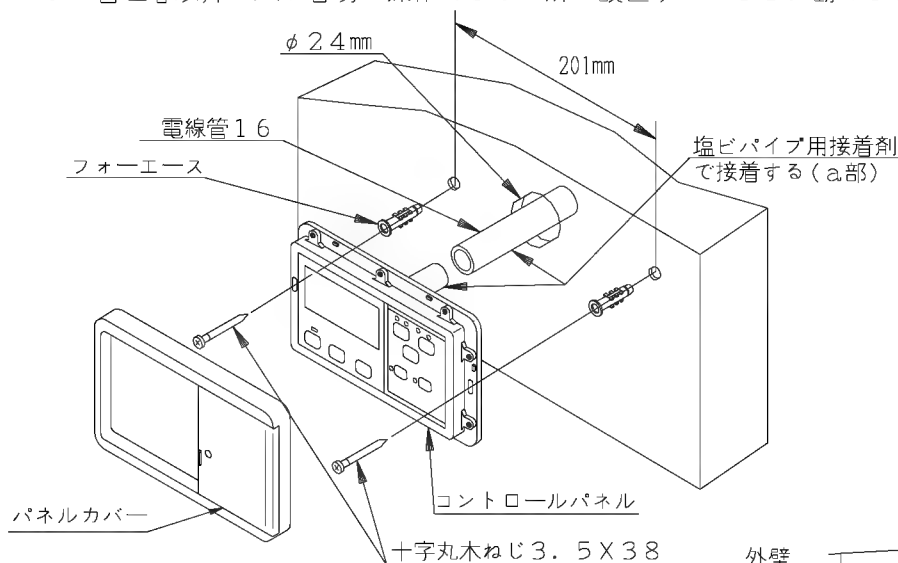

図4-1 コントロールパネル取り付け 1
- ③ コントロールパネルと電線管 16 を塩ビパイプ用の接着剤で接着する。(図4-1のa部参照)
- ④ パネルカバーを外し、コントロールパネルを浴室の壁に十字丸木ねじ 3.5 X 3.8 で取り付ける。必要に応じてフォーエースを使用する。